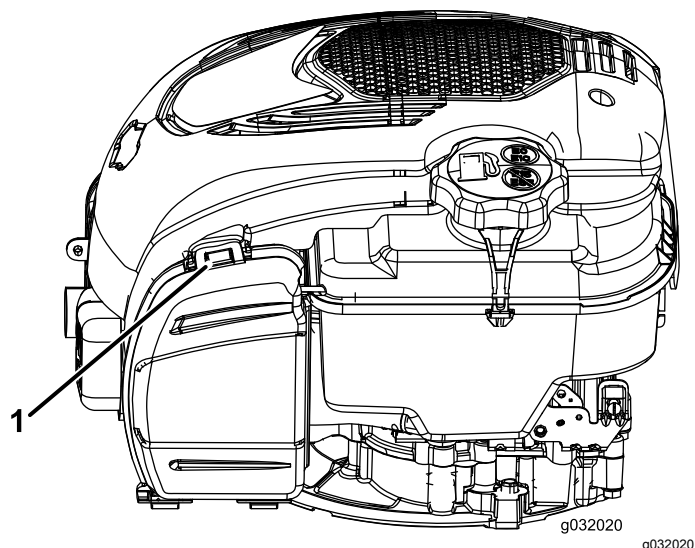

**Bild 19**
1. Ziehen Sie an der Nase, um die Luftfilterabdeckung zu öffnen (Bild 19).